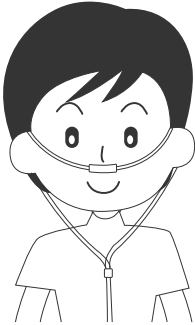

Abbildung 6
1. Schließen Sie vor der Sauerstoffinhalation die Nasenkanüle an den Sauerstoffauslass an. Stellen Sie dann die Nasenkanüle auf einen geeigneten Winkel ein und tragen Sie sie wie in Abbildung 6 gezeigt.